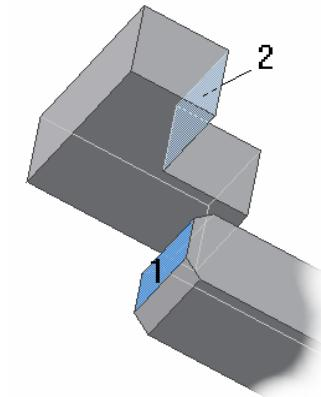

Figura 3.9.10.
- aliniere **Type - Mate, Solution - Mate, Offset = 0** față laterală stânga **Stâlp față 1 Podium 1** – lansare comandă **Constraint**, click punctul 1, click punctul 2, butonul **Apply**, figura 3.9.10. În urma operației, panelul **Browser Bar**, afișat în modul **Modeling View**, este completat cu intrarea **Mate**, redenumită **Mate ST-POD 1 Fata 1**.